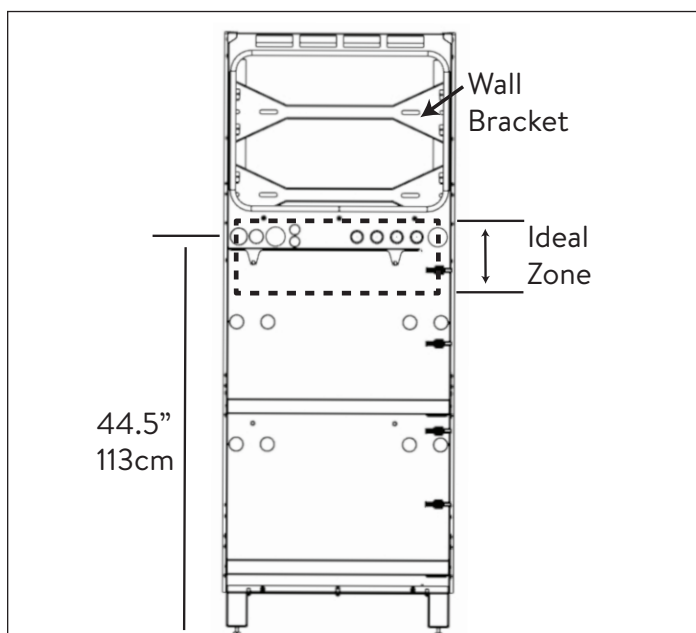

Fig. 6 Options de câblage et d'entrée murale de câble
- ▶ Acheminez le fil et le câblage jusqu'au lieu d'installation (« Fig. 6 Options de câblage et d'entrée murale de câble » sur page 10)